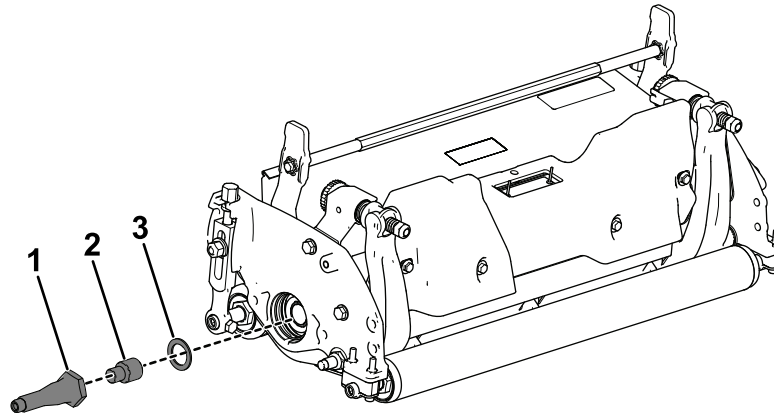

Figura 11
4. Montate la rondella e il gruppo adattatore sul cilindro e serrate il gruppo adattatore a un valore compreso tra 115 e 129 N·m; fate riferimento alla Figura 11.